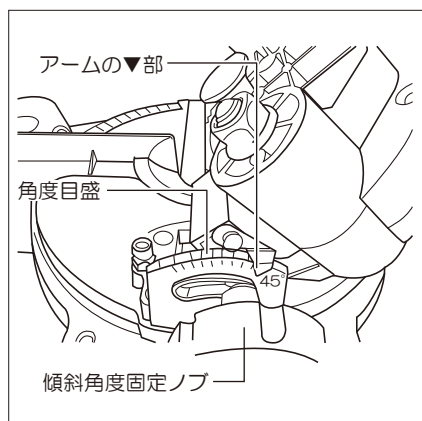

図17
- ②傾斜角度固定ノブをゆるめて、本機を左に傾斜させてください。(図17参照)
- ③アームの▼部と角度目盛45度が一致しているかを確認してください。(図17参照)